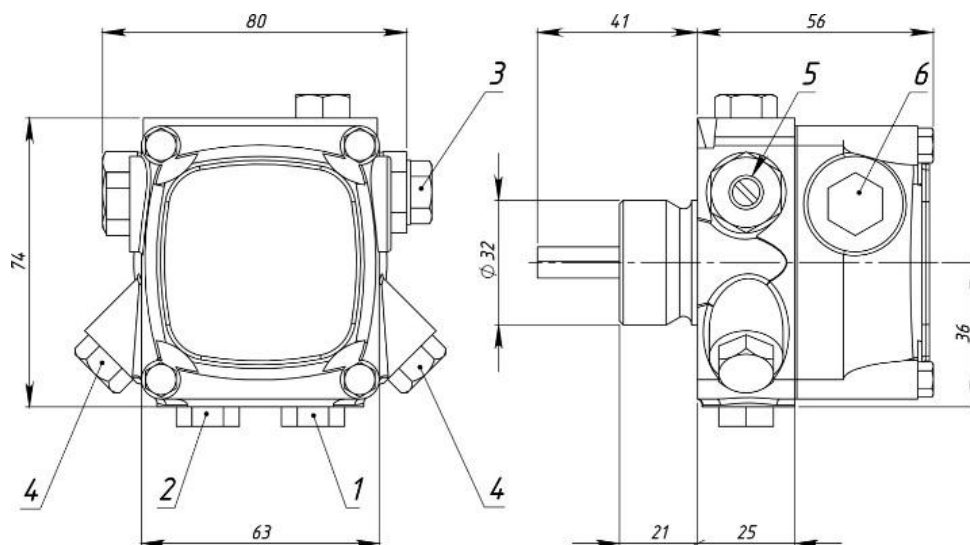

Рис. 2.
Топливный насос (Рис. 2) включает в себя корпус, в котором размещены ведущий вал с торцевым уплотнением, шестеренный нагнетательный узел.
Принцип работы топливного насоса заключается в следующем (Рис. 2): топливо через отверстие всасывания 1 и фильтр поступает к шестеренной паре, с помощью которой топливо через отверстие 3 попадает в подогреватель топлива Горелки. Блок топливный насос - электродвигатель с должны находиться непосредственно над топливным баком Рис.7. Регулировка давления нагнетания производится путем измерения степени сжатия пружины поршня с помощью винта регулятора давления 5.
- присоединить топливозаборник (в составе: топливный шланг 2 м, обратный клапан, сетчатый фильтр, поплавок) к штуцеру всасывания топливного насоса (Рис.2 поз.1) и обжать хомутом. При опускании в топливный бак топливозаборник должен быть на 100-200 мм выше дна бака. Если топливозаборник слишком длинный отрежьте его. **Внимание удлинять шланг топливозаборника запрещено.**